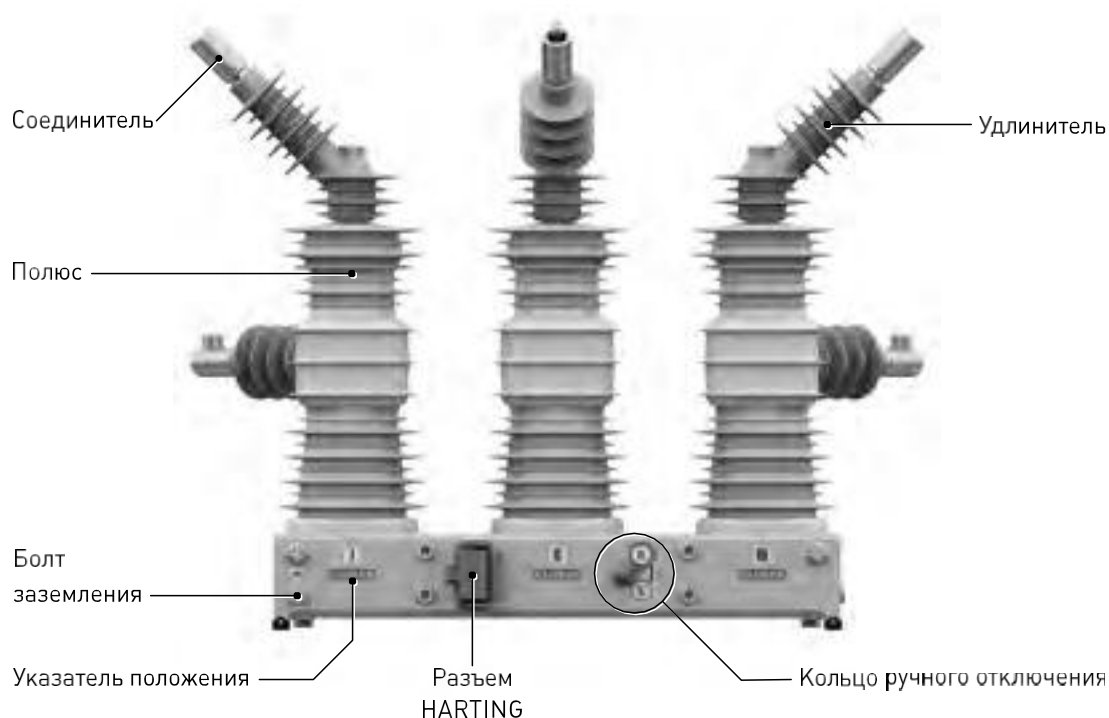

Рис. 3.2. Конструкция OSM35_Smart_1(S)
Основные элементы коммутационного модуля OSM35_Smart_1(S) показаны на рис. 3.2.
Воздействие на механизм отключения осуществляется через кольцо ручного отключения (см . Рис. 3.2) .